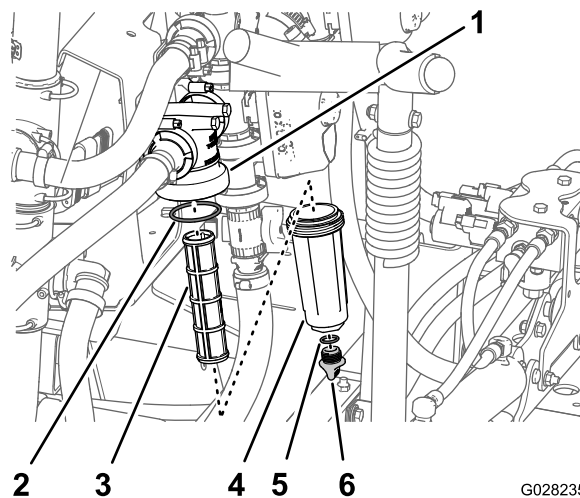

Bild 94
2. Stellen Sie eine Auffangwanne unter den Druckfilter (Bild 94).
3. Drehen Sie die Ablassschraube nach links und nehmen sie von der Glocke des Druckfilters ab (Bild 94).
4. Drehen Sie die Glocke nach links und nehmen sie vom Filterkopf ab (Bild 94).
5. Entfernen Sie den alten Druckfiltereinsatz (Bild 94).
6. Überprüfen Sie den O-Ring für die Ablassschraube (in der Glocke) und den O-Ring für die Glocke (im Filterkopf) auf Beschädigungen und Abnutzung (Bild 94).
7. Setzen Sie den neuen Druckfiltereinsatz in den Filterkopf ein (Bild 94).
8. Befestigen Sie die Glocke am Filterkopf und ziehen sie mit der Hand an (Bild 94).
9. Setzen Sie die Schraube in die Glocke ein und ziehen die Schraube mit der Hand an (Bild 94).